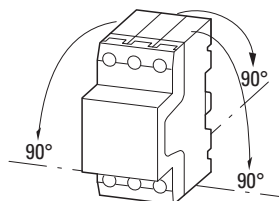

Abbildung 7: Zugelassene Einbaulagen für Motorschutzschalter PKZM0-.../XTPR...BC1NL
- ▶ Montieren Sie den Motorschutzschalter nur wie in → Abbildung 7 dargestellt.